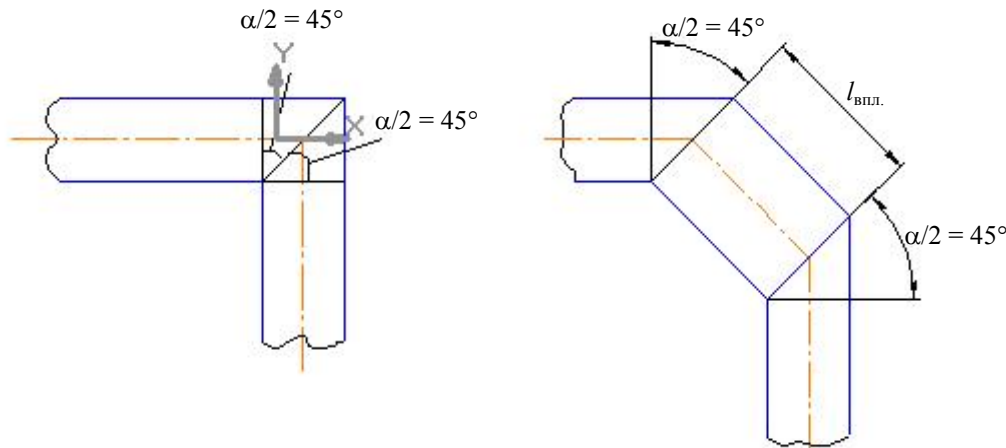

Рисунок 7.1
7.1.4 Знайти витрати тиску ΔP_M на подолання місцевих опорів при русі води в сталевому трубопроводі діаметром d при повороті на кут α без вставки і зі вставкою (рис. 7.1). Знайти найменшу довжину вставки $l_{впл.}$, за якої відсутній взаємний вплив двох місцевих опорів, швидкість води v , температура води t .